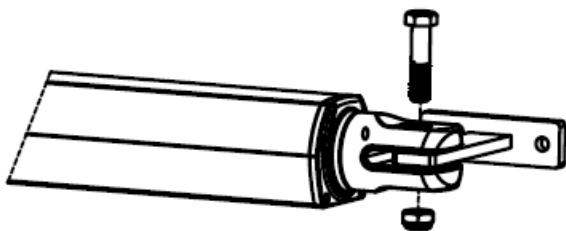

Figure 3
4. Monter l'étrier avant sur la fixation avant du moteur (**figure 3**).
3. Fixer votre coffret électronique sur le mur (**figure 3**).